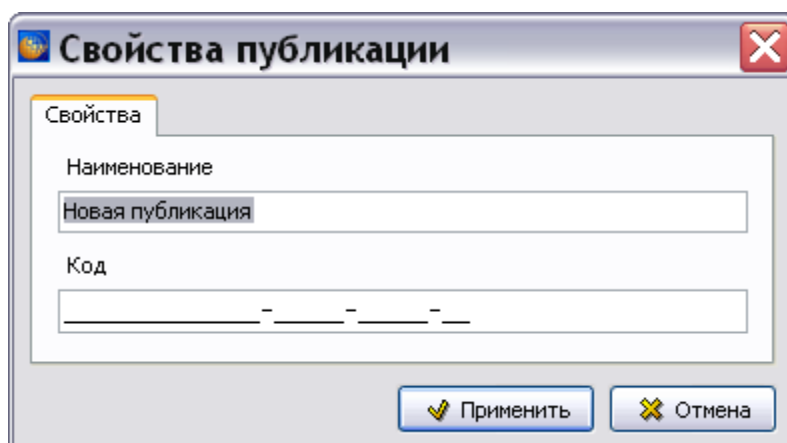

Рис. 18.7
3. Выделите созданную публикацию и нажмите на кнопку **Свойства элемента** . После этого откроется диалоговое окно **Свойства публикации** (Рис. 18.7).